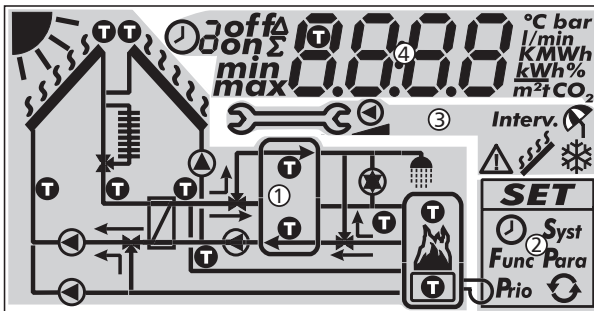

Abb. 8: Übersicht über die Bereiche der Anzeige (alle Elemente sichtbar)
Nachstehende Tabelle beschreibt die Symbole in der Systemgrafik (① in Abb. 8).
Das Einstellmenü (② in Abb. 8) enthält folgende Einträge:
Nachstehende Tabelle beschreibt die Piktogramme für Funktionen (③ in Abb. 8).
Die Anzeige der Betriebs- und Einstellwerte (④ in Abb. 8) besteht aus folgenden Elementen:
①	Symbol für die Zeitsteuerung von Funktionen. Das Symbol wird angezeigt wenn <ul style="list-style-type: none"> • eine Zeitbegrenzung/-steuerung eingestellt wird, • der Status der Zeitbegrenzung/-steuerung angezeigt wird, • die Zeitbegrenzung eine Temperatursteuerung blockiert (Symbol blinkt).
②	Nummer des Zeitfensters, das gerade im Einstellmenü eingestellt/angezeigt wird oder in dem sich die aktuelle Uhrzeit gerade befindet. Die Zeitsteuerung einer Funktion besteht aus 1 oder 3 einstellbaren Zeitfenstern. Beispiel: Zeitfenster 1: 06:00 – 08:00 Zeitfenster 2: 11:00 – 12:30 Zeitfenster 3: 17:00 – 19:00
③	Zusatzinformationen: on, off: Schaltzustand/Schaltbedingung ein, aus max, min: maximaler Wert, minimaler Wert Σ: aufsummierter Betriebswert seit der ersten Inbetriebnahme, nicht zurücksetzbar Δ: aufsummierter Betriebswert seit dem letzten Rücksetzen auf 0
④	Symbol wird angezeigt, wenn beim Einstellen einer Funktion ein Temperaturfühler gewählt ist.
⑤	Anzeige von <ul style="list-style-type: none"> • Messwerten • Einstellwerten • Fehlercodes • weiteren Informationen, z. B. Software-Version
⑥	Physikalische Einheit des in ⑤ angezeigten Werts: °C, K, l/min, %, h, kWh, MWh, tCO ₂